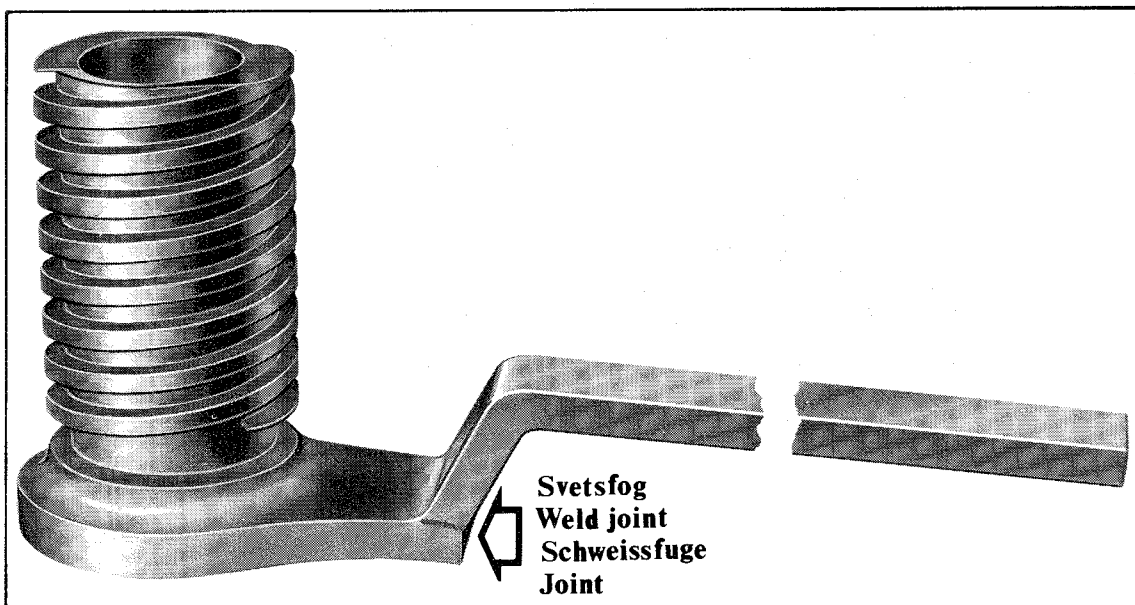

Fig. 3
3. Svetsa fast handtaget på ansatsplattan enl. fig. 3.
3. Weld the handle onto the shoulder plate as per Fig. 3.
3. Den Handgriff an der Ansatzplatte festschweissen. Siehe Abb. 3.
3. Souder cette poignée à la plaque de butée comme le montre la figure 3.